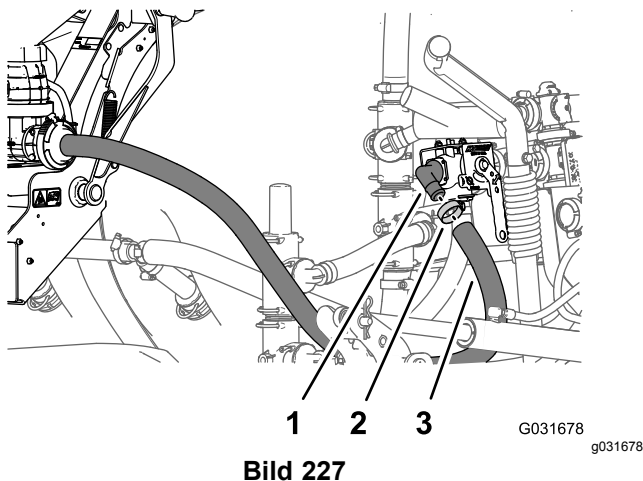

Bild 227
1. Fluchten Sie das freie Ende des Ejektorzulaufschlauchs mit dem gezahnten 90°-Anschlussstück des Flüssigkeitsabstellventils aus und befestigen Sie den Schlauch über dem Anschlussstück (**Bild 227**).